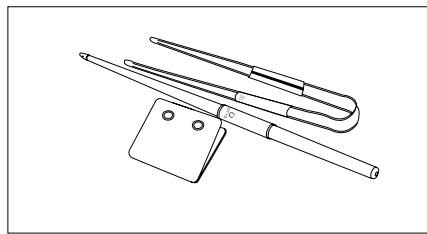

Fig. 4 - OFYR Buffadoo set
- i** La formation de fumée lors de l'allumage d'un feu ou de l'ajout de bois peut être évitée en grande partie grâce à l'utilisation de notre soufflet à bouche OFYR® Buffadoo (voir Figure 4), permettant d'insuffler de l'air et de stimuler les flammes quasiment dès l'allumage.